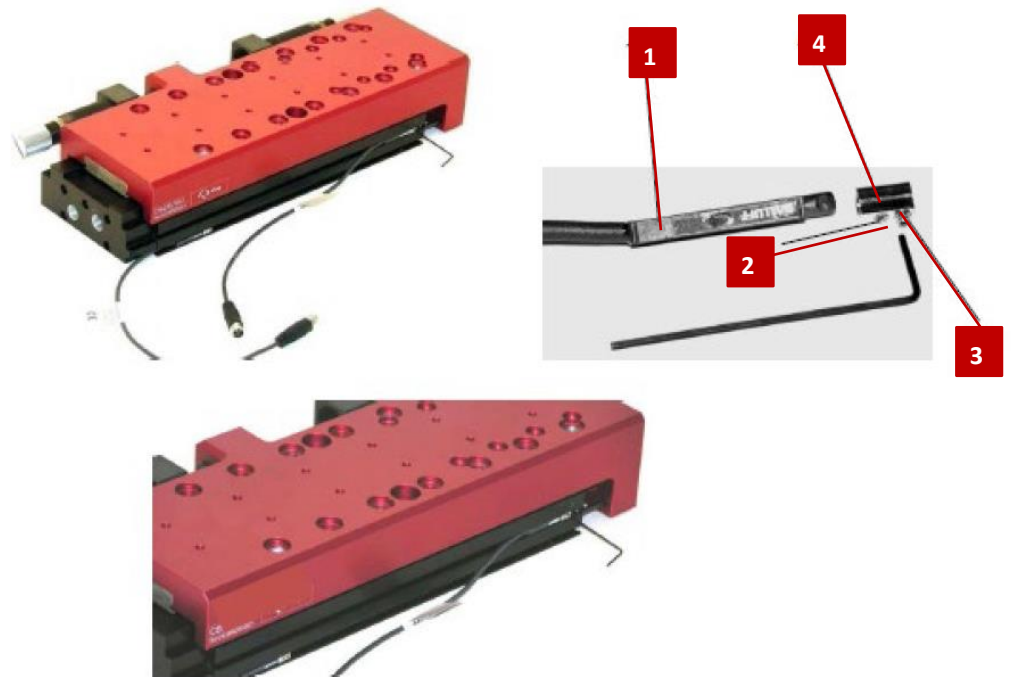

Abb. 14 Einbau und Einstellung Compact-Schlitten
1. Näherungsschalter (Abb. 14, 1) mit montiertem Klemmstück in C-Nut einsetzen.
2. Näherungsschalter in der C-Nut mit den Befestigungsschrauben am Klemmstück (Abb. 14, 3) befestigen.